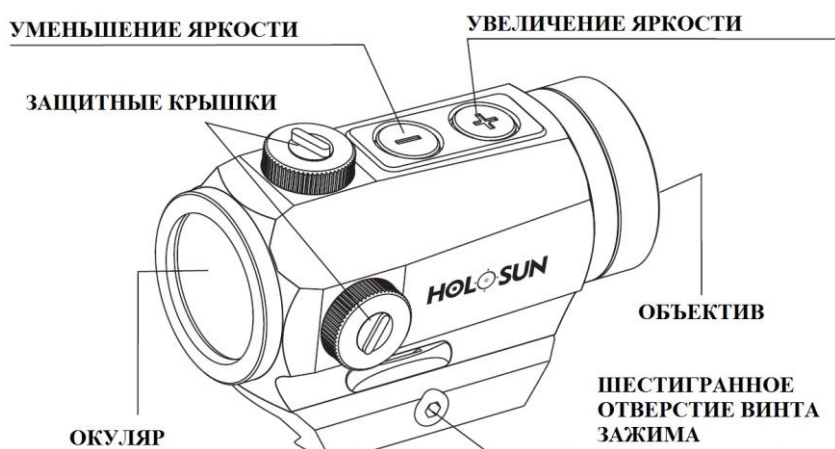

РИС.1
3. Сначала снимите защитную крышку (см. Рис.1), вставьте шлиц отвертки в прорезь на барабане ввода поправок и поверните его вправо или влево, чтобы сделать нужную поправку. Каждый щелчок приводит к смещению точки попадания на 0,5 МОА.